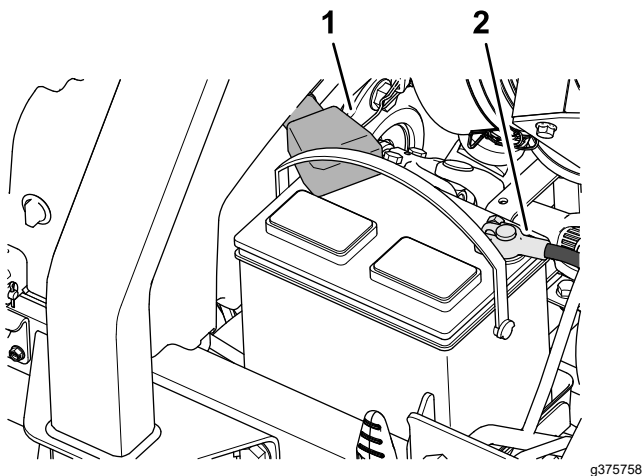

Figura 95
1. Instale o cabo positivo (vermelho) da bateria no polo positivo (+) da bateria (Figura 95).